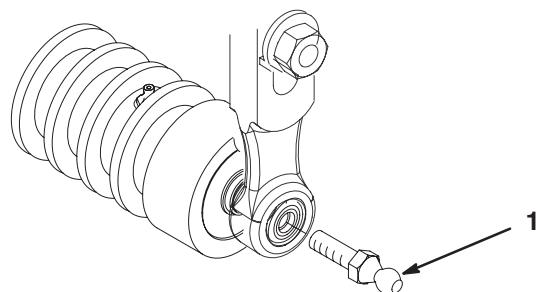

Figure 16
F. Posez le support du moteur à l'extrémité gauche du plateau de coupe au moyen des (2) vis Allen retirées précédemment. Serrez les vis à 16–20 Nm.
5. Vissez une rotule à chaque extrémité du rouleau avant du plateau de coupe (Fig. 16).